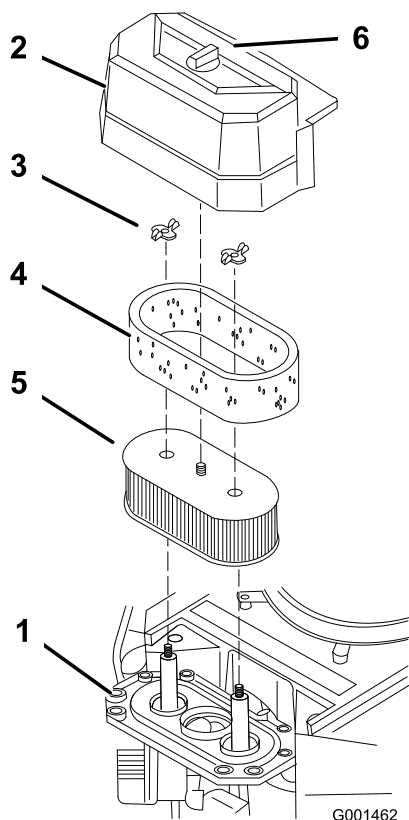

Figura 42
3. Para evitar qualquer dano, limpe à volta do filtro de ar para impedir a entrada de impurezas para o interior do motor (Figura 42).
4. Desaperte o manípulo da tampa e retire a cobertura do filtro de ar (Figura 42).
5. Retire as porcas de orelhas e retire a estrutura do filtro do ar (Figura 42).
6. Retire cuidadosamente o filtro de esponja, passando pelo filtro de papel (Figura 42).
1. Não limpe o filtro de papel, substitua-o (Figura 42).
1. Coloque cuidadosamente o filtro de esponja, passando pelo filtro de papel (Figura 42).
2. Coloque a estrutura do filtro do ar na base do filtro do ar ou tubo e prenda-a (Figura 42).
3. Coloque a cobertura do filtro de ar na respectiva posição e aperte o manípulo da tampa (Figura 42).